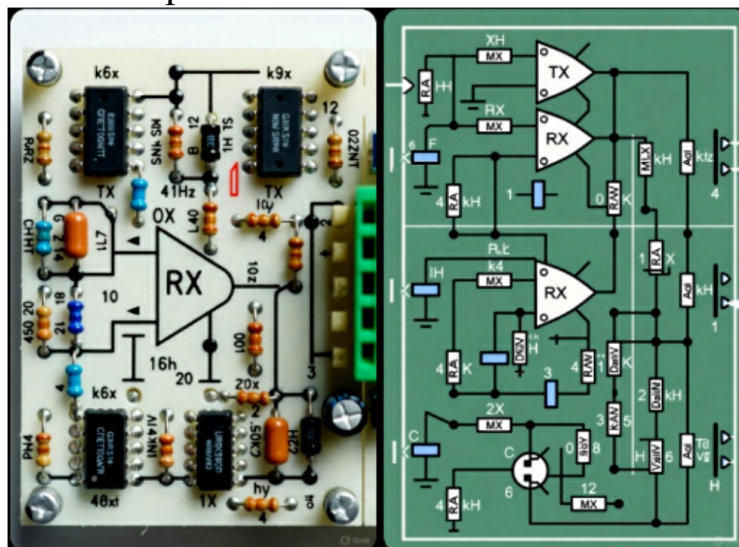

Рисунок 1 Схема передачі даних через UART для 8-бітного паралельного входу
1. Зберіть схему, де 8-бітний паралельний вхід (наприклад, 8 логічних перемикачів або вихід 8-бітного лічильника) підключається до входу 8-бітного **регістра зсуву (Shift Register)**. (рис.1)
3. Вихід регістра зсуву (TX) підключіть до Осцилографа або Логічного аналізатора.